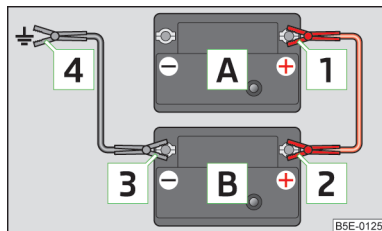

Fig. 146
- Prindeți clema 1 la polul plus al bateriei descărcate A » fig. 146.